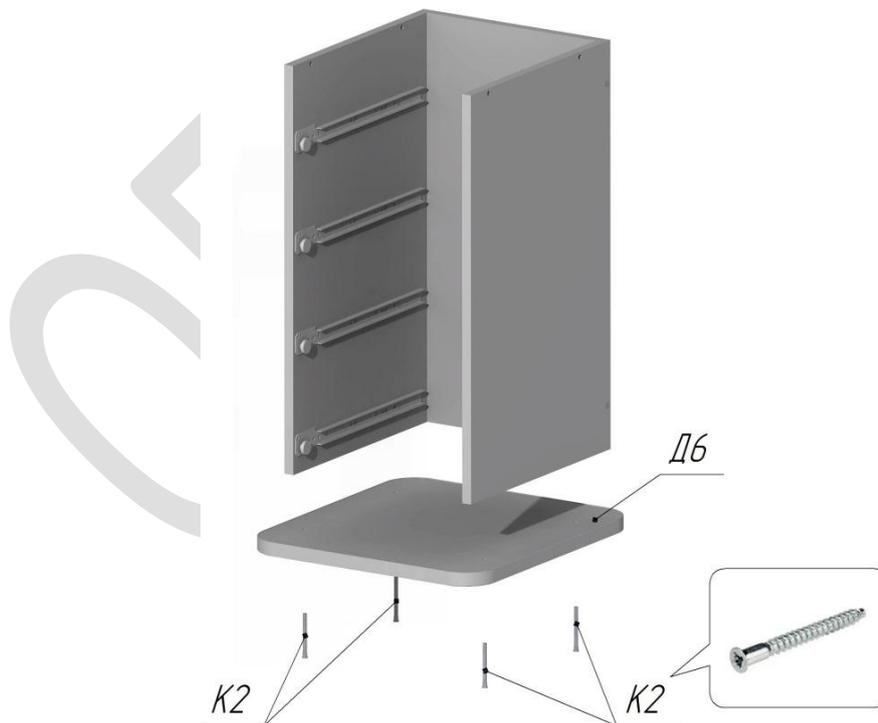

Рисунок 3
5. Закрепить подставку тумбы Д6 на деревянном модуле с помощью конфирматов К2 (4шт.). См.Рис.3.